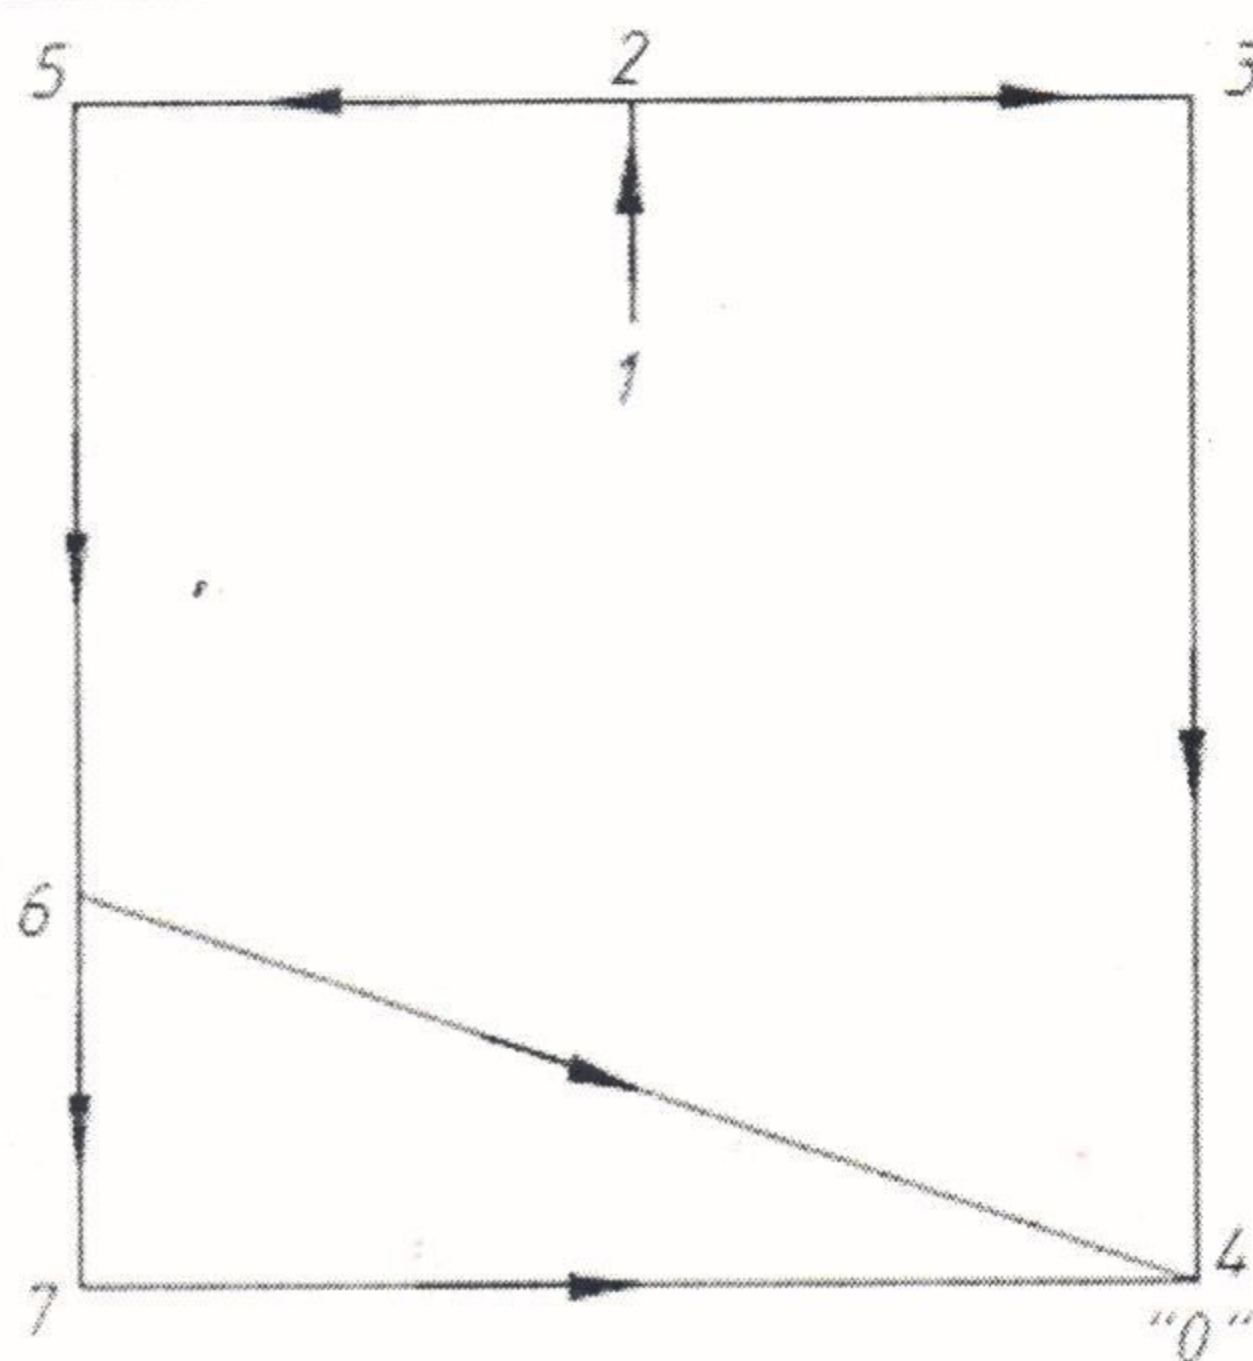

Рисунок 1
2. Определите расход газа (путевой, эквивалентный, транзитный, расчетный) на участках кольцевой сети (рис. 1), если (табл. 2): этажность застройки на территории газоснабжения 3, 6 этажей; расход газа через пункт редуцирования $Q_{\text{прг}}=3300 \text{ м}^3/\text{ч}$.